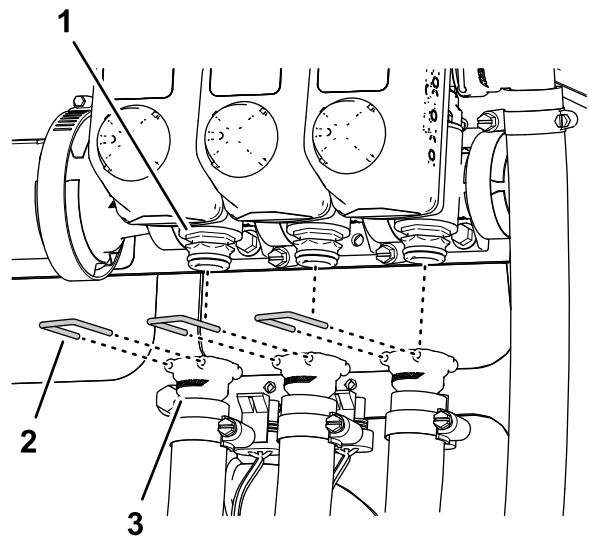

Bild 24
- Entfernen Sie die Befestigungen, mit denen die Schnellkupplungen des linken, mittleren und rechten Zulaufschlauchs befestigt sind, von den Schnellkupplungen der Abschnittsventile (Bild 24) und bewahren Sie diese auf.